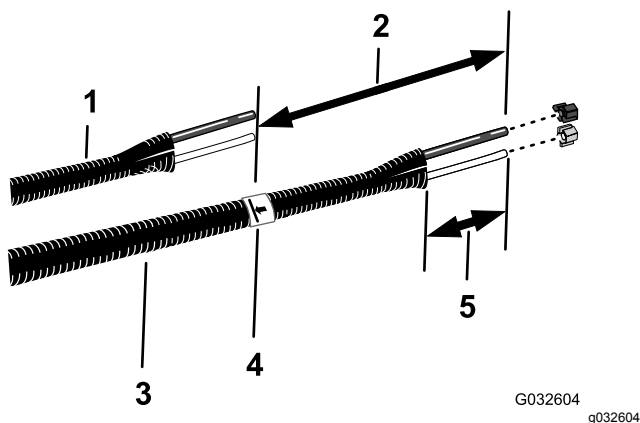

Bild 27
- Fluchten Sie die alten Flüssigkeits- und Luftschläuche (Bild 27) mit den neuen Schläuchen (Toro Bestellnummer 114-9553) aus.
8. Markieren Sie auf den neuen Schläuchen eine Länge von 26 cm von der Markierung, die Sie in Schritt 7 hinzugefügt haben, und schneiden Sie die Schläuche an der zweiten (längeren) Markierung ab (Bild 27).
10. Entfernen Sie 77 mm bis 102 mm des Mantels um jedes Ende der Schläuche (Bild 27).